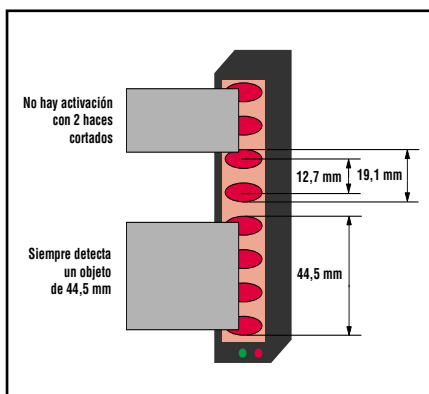

Figura 38. Capacidad de detección de objetos (sensores estándar)
Localice los interruptores de configuración de supresión flotante (FB) en los bancos A y B (véanse Figuras 35 y 36). Ajuste los interruptores de modo idéntico en ambos bancos. Preste atención a las diferencias en capacidad de detección de objeto (véase Figura 38), factor de penetración y distancia de seguridad requerida por la cortina de luz entre ajustes (véase Sección 3.1.1). La supresión flotante hace que el Sistema MICRO-SCREEN ignore aquellos objetos con tamaños superiores a los descritos en la tabla siguiente.